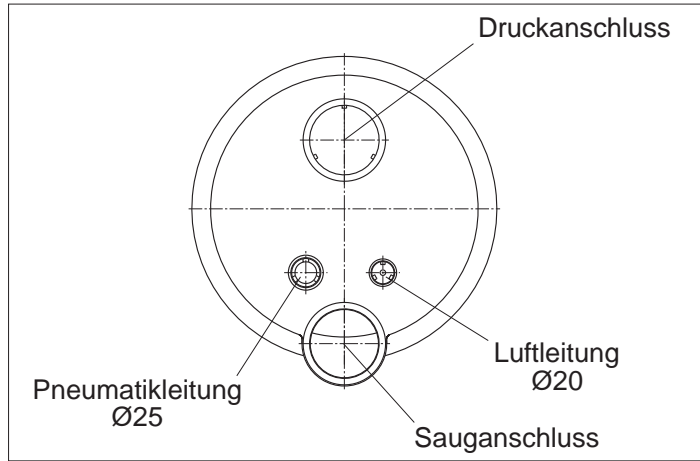

Abb. 9
2. Einkleben des Kabelschuttschlauches und des Luftleitungsschlauches. (Abb. 9)
3. Das Düsengehäuse (102.1) am Einbaugeschäuse (1) ansetzen.
4. Pneumatikschläuche und Kabel des Scheinwerfers durch den Schutzschlauch (14) führen und mit Kabelverschraubung (20) abdichten.
5. Luftleitung mit Klemme (8) am werkseitig vormontierten Luftregler (21) befestigen.